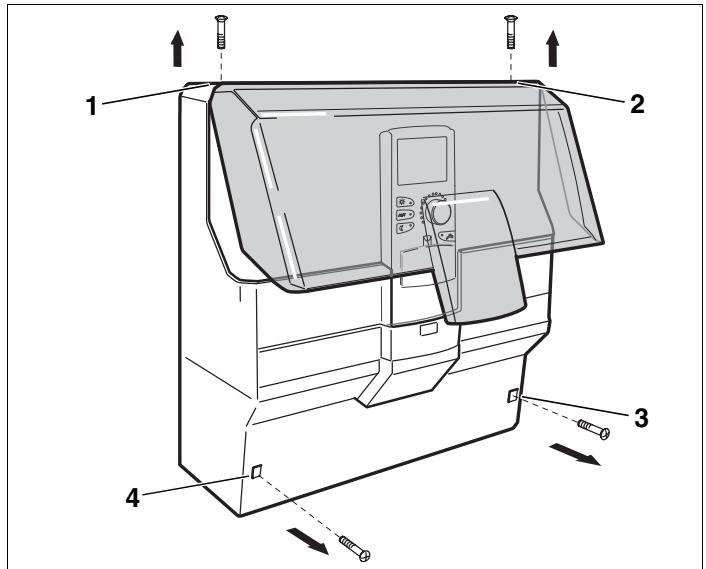

Bild 2 Abdeckungen entfernen
(→ Bild 2, [1] und [2]).
- 2 Schrauben an der Leitungsabdeckung (→ Bild 2, [3] und [4])